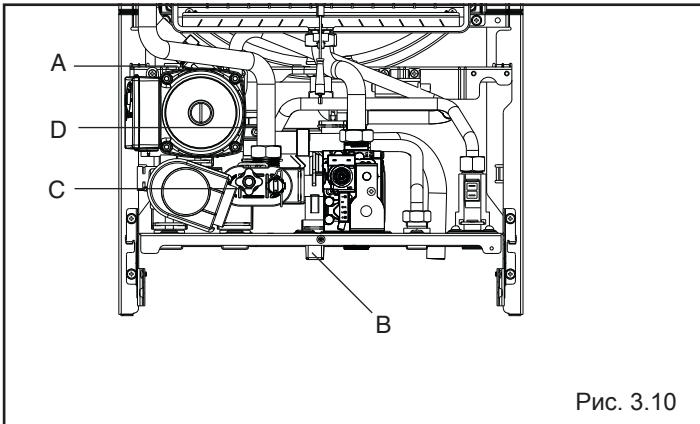

Рис. 3.10
- открутите на два или три оборота крышку автovоздушника (A) (рис. 3.10)
- откройте кран для заполнения системы (B) и держите его открытым до тех пор, пока давление на манометре, не достигнет значения от 1 до 1,5 бар.